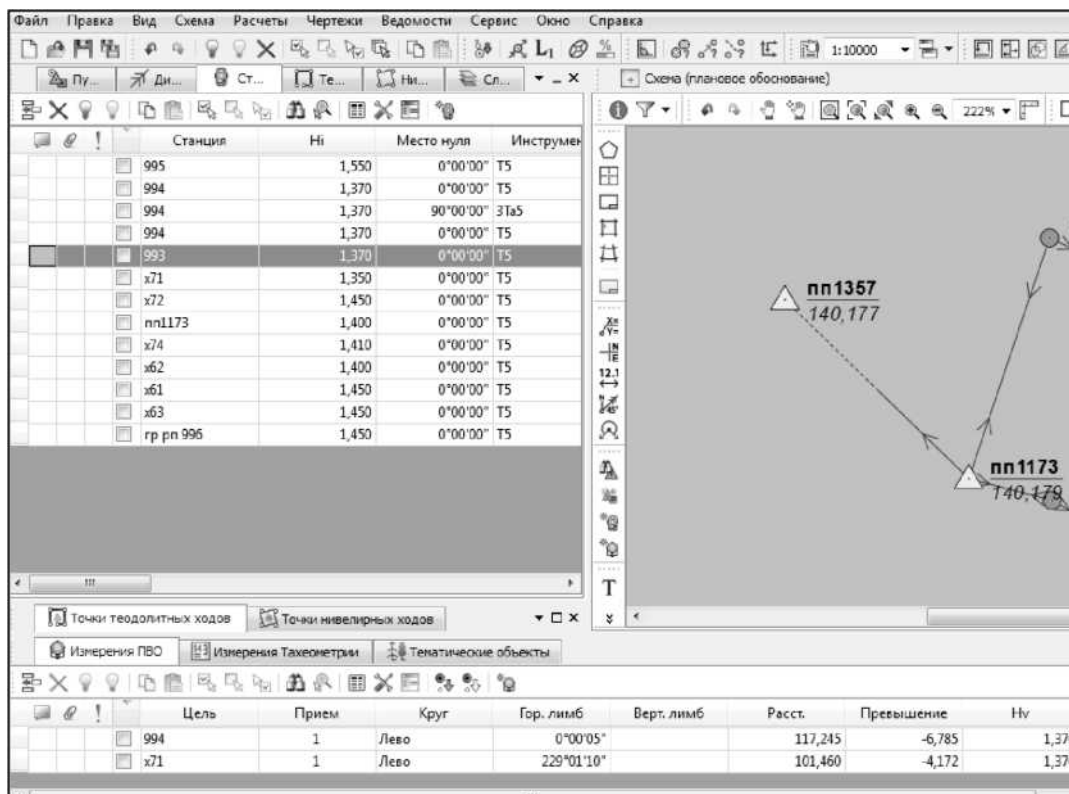

Рис. 6.1
1. Смоделируйте ошибку. Для этого активизируйте вкладку **Измерения ПВО (ПлановоВысотное Обоснование)** для пункта 993 (рис. 6.1) и измените значение расстояния 993-994 с 117,245 на значение 127,245. (т.е. преднамеренно создаем ошибку).